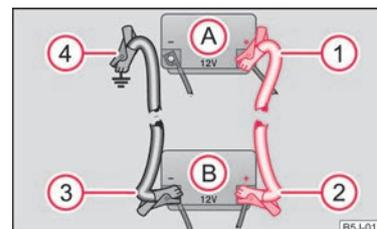

Abb. 110 Starthilfe mit der Batterie eines anderen Fahrzeugs: A - entladene Fahrzeugbatterie, B - stromgebende Batterie
- Befestigen Sie ein Ende ① am Pluspol ⇒ Abb. 110 der entladenen Batterie (A).
- Befestigen Sie das andere Ende ② am Pluspol der stromgebenden Batterie (B).